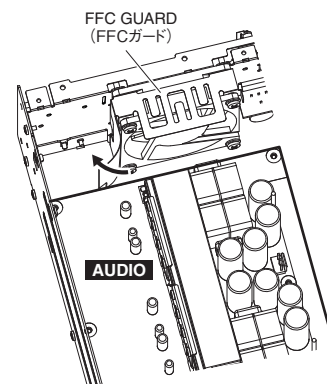

Fig. 4 (図4)
Remove the two (2) plastic rivets marked [850]. The duct amp can then be removed. (Fig. 4)
- \* **When installing the duct amp, fit the tabs of duct amp into the slots of sub chassis. (Fig. 4)**
- \* **PX5/PX3 only : When installing the AUDIO circuit board, AUDIO circuit board with bending FFC guard as shown in Fig. 4.**
[850]のプラスチックリベット2個を外して、ダクトAMPを外します。(図4)
- ※ ダクトAMPを取り付ける際は、ダクトAMPのタブをサブシャーシの長孔に挿し入れます。(図4)
- ※ PX5/PX3のみ : AUDIOシートを取り付ける際は、FFCガードを曲げながらAUDIOシートを取り付けてください。(図4)